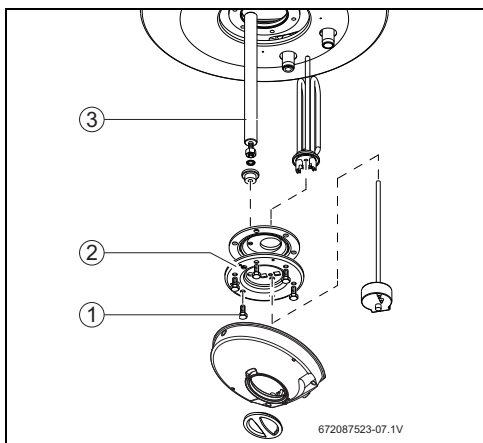

Рис. 15 Доступ во внутреннее пространство и обозначение деталей
- ▶ Отверните крепёжные винты фланца (рис. 15, [1]).
- ▶ Снимите фланец (рис. 15, [2]).